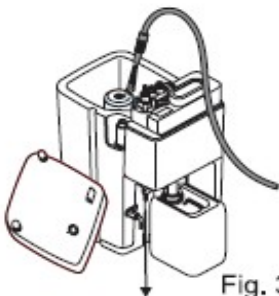

Fig. 3
- Napełnić wodą zbiornik główny (Fig. 3)
- W razie potrzeby dolać świeżej wody. (Fig. 3)